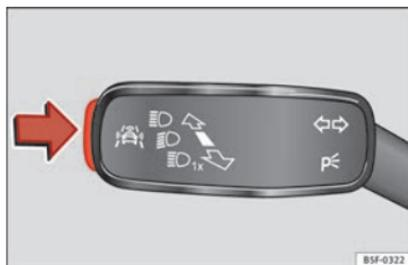

Fig. 44 Sulla leva degli indicatori di direzione e degli abbaglianti: tasti per i sistemi di assistenza alla guida.
- Premere brevemente il tasto »» fig. 44 nella direzione indicata dalla freccia per aprire il menu **Assistenti**.